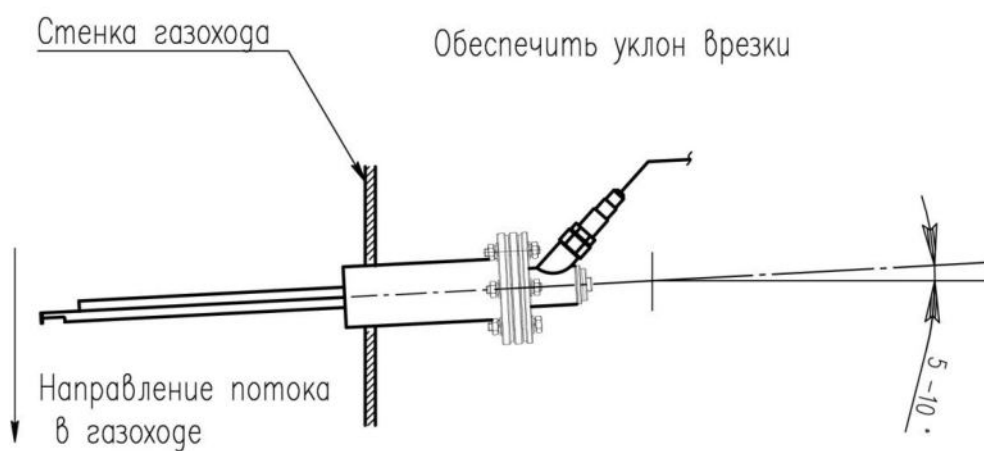

Рис. 6 – Рекомендуемое положение пробоотборного устройства для врезки с зондом (горизонтальное)
– горизонтальное, см. *Рис. 6* ;